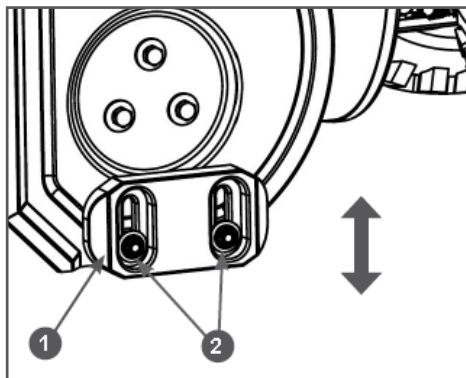

Рис. 11 Регулировка высоты захвата снега
- Открутите гайки 2 крепления полозка 1 на 1-2 оборота и установите полозок на необходимую высоту (Рис. 11). Снова затяните гайки.